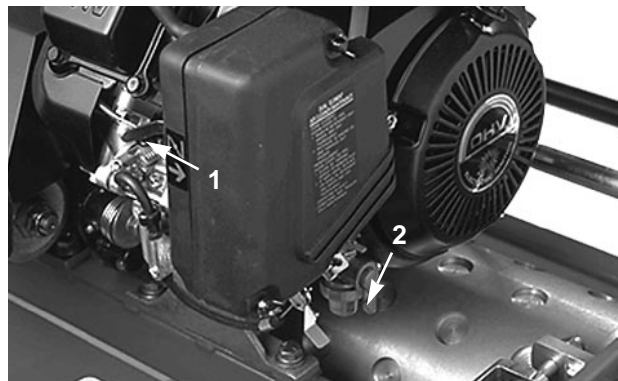

Fig. 15
Choker (Fig. 15)—Sidder forrest på motoren i ventre side. Håndtaget har to stillinger: KØRSEL og CHOKER. Sæt chokeren på CHOKER for at starte motoren, når den er kold. Når motoren er startet, sættes chokeren på KØRSEL.
Benzinafskæringsventil (Fig. 15)—Sidder forrest på motoren i venstre side. Ventilen har to stillinger: LUKKET og ÅBEN. Håndtaget sættes på LUKKET, når maskinen ikke benyttes eller når den transporteres. Håndtaget sættes på ÅBEN, inden motoren startes.
2. Åbn benzinafskæringsventilen på motoren (Fig. 15).
5. Sæt chokeren (Fig. 15) i halvt åben stilling (koldstart), når motoren er kold. Når motoren er varm, er det måske ikke nødvendigt at bruge choker for at starte den igen.